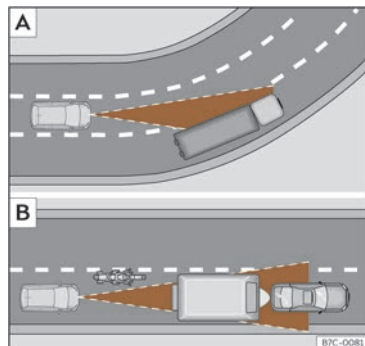

Fig. 133 A) Vehículo nunha curva. B) Motociclista circulando por diante fóra do radio de acción do sensor de radar.
O ACC podería non detectar en curva o vehículo precedente ou podería regular a distancia con vehículos que se atopan noutros carrís >>> fig. 133 [A].
- Vehículos que circulen sen aliñación ou fóra da zona de detección do sensor, por exemplo, motocicletas >>> fig. 133 [B].